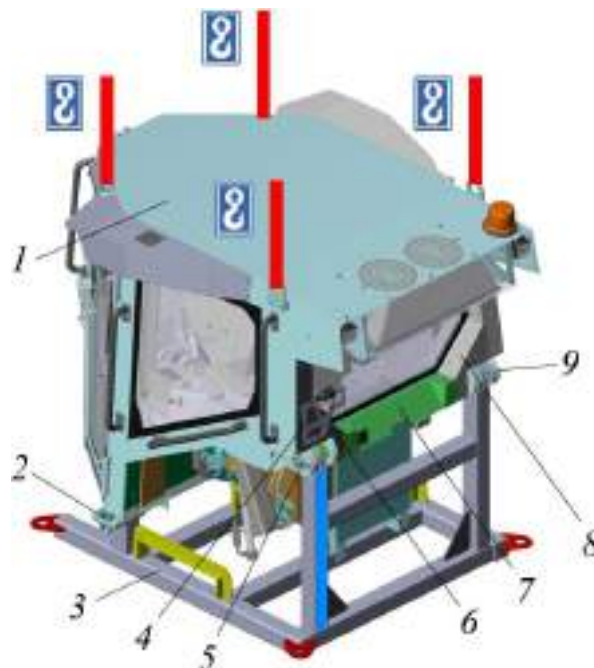

Рисунок 5.42. Монтаж кабины на транспортировочной платформе
- Убедиться, что ничего не мешает подъему кабины, все отсоединено. Поднять кабину и установить ее на транспортировочную платформу, см. рис. 5.42.
- ▶ Используя штатный крепеж установить на кабину зашивку левую 6 и правую 8, установить бампер задний 7 и рамку номерного знака 4, см. рис. 5.42.
- ▶ Демонтировать бампер задний, зашивки левую и правую. При необходимости демонтировать рамку номерного знака с подсветкой. Снять стопорные кольца с поворотных осей. Выкрутить поворотные оси кабины. Демонтировать крепеж кабины на транспортировочной платформе, рис. 5.42.